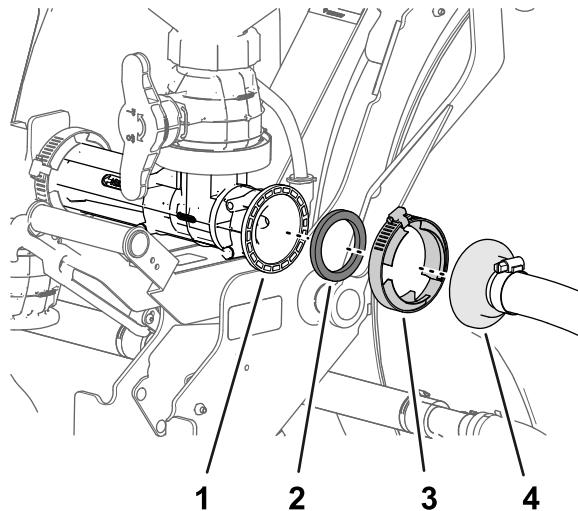

Figura 31
1. Monte, sem apertar, a união estriada reta do conjunto dos tubos do misturador na flange do misturador com uma junta e um grampo da flange (Figura 31).